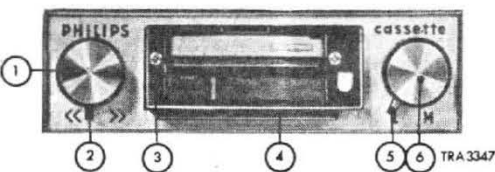

FIG. 1.
- Les appareils à lecteur de bande incorporé. La musique en automobile est certes un divertissement, mais constitue aussi un apport de sécurité. En effet, une audition intéressante tient le conducteur éveillé pendant de longues heures de voyage et peut ainsi éviter des accidents. Cependant, les programmes de radio ne permettent pas de trouver toujours ce que l'on aimerait entendre, et de ce fait, il est agréable de pouvoir alors composer soi-même son programme. Ce problème a été résolu grâce au lecteur de bandes magnétiques pré-enregistrées (ou lecteur à cassettes) qui se trouve incorporé dans certains postes autoradio. Un exemple est représenté sur la figure 1 (Philips) ; l'introduction de la cassette est très commode et parfaitement possible même en roulant.